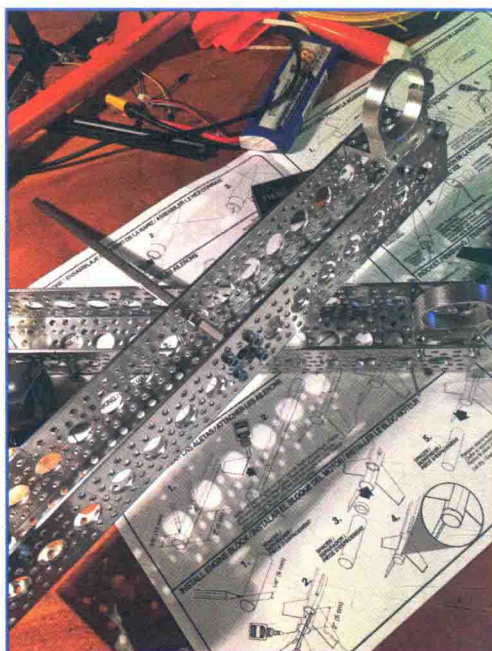

图 13.14 将固定螺丝轮毂和 8 英寸车轴固定在 12 英寸凹槽上
5. 在一根 12 英寸凹槽上安装固定螺丝轮毂和 8 英寸车轴，如图 13.14 所示。